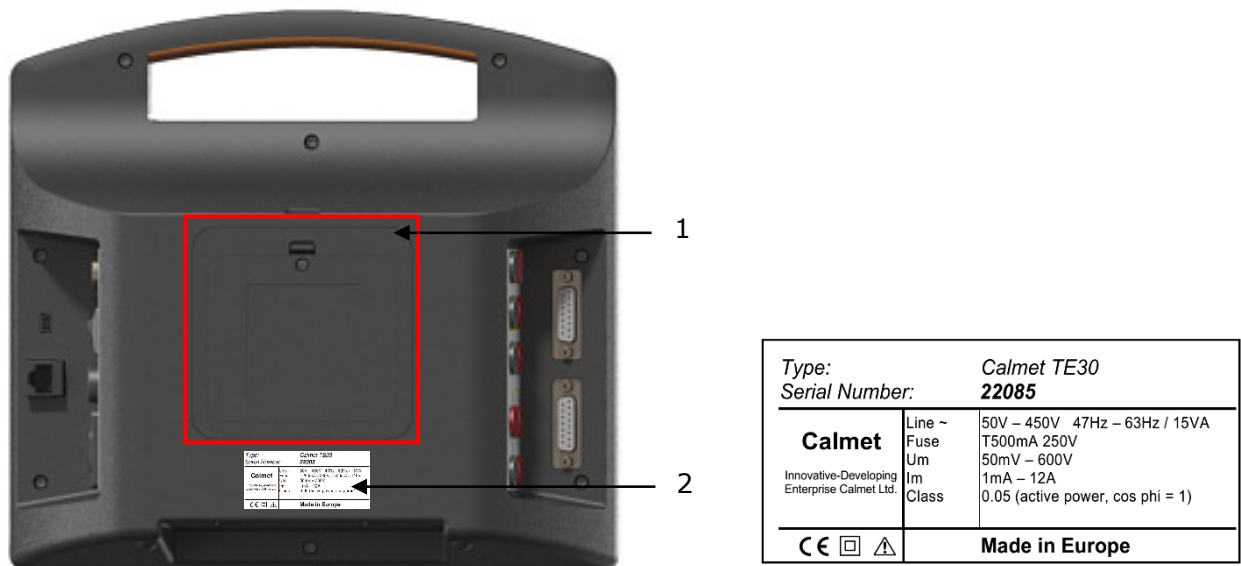

Abb.4.4. Rückseite des Calmet TE30 mit Typenschild
- Entfernen Sie eine Schraube und eine Abdeckung von der Rückseite des Calmet TE30 (☞ Abb.4.4 Pos.1).